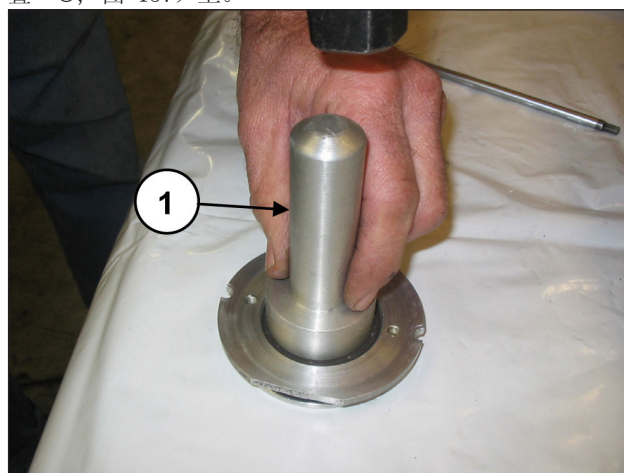

图 157
使用代号为27910900的缓冲垫，将油封安装在油封盖（位置 ①，图 157）上。